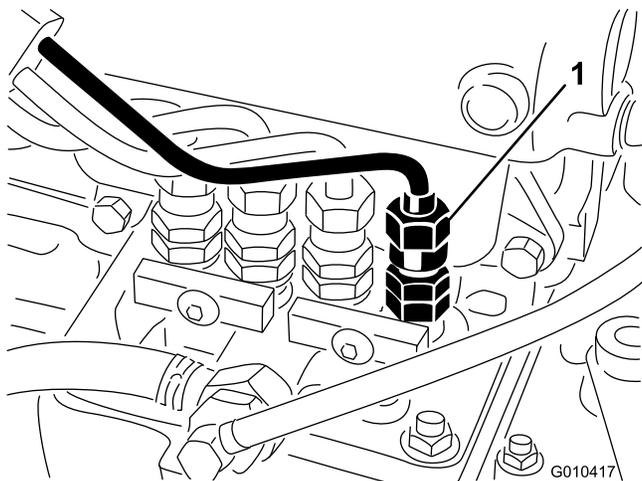

Bild 60
1. Lockern Sie den Leitungsanschluss an der Injektordüsen- und Halterungsgruppe Nr. 1 an der Einspritzpumpe (Bild 60).